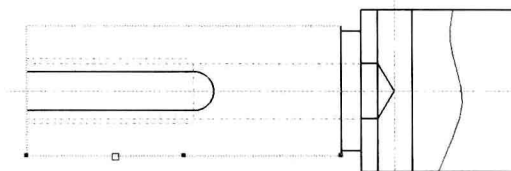
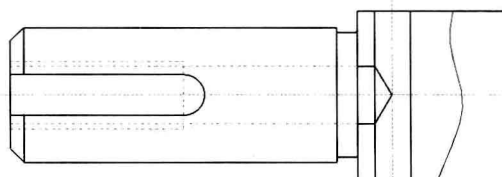

图1-25 拾取倒角直线
图1-26 外倒角及裁剪完成
⑬ 当前层设置为“0层”,单击工具栏上 $\square$ “过渡”按钮 R ,立即菜单 $\left[\begin{array}{l} 1: \text{外倒角} \\ 2: \text{长度}=1 \\ 3: \text{倒角}=45 \end{array} \right]$,如图1-25所示拾取3条颜色变化的直线,完成外倒角,然后用 $\times$ “快速裁剪” Q 按钮剪除多余线段,如图1-26所示。